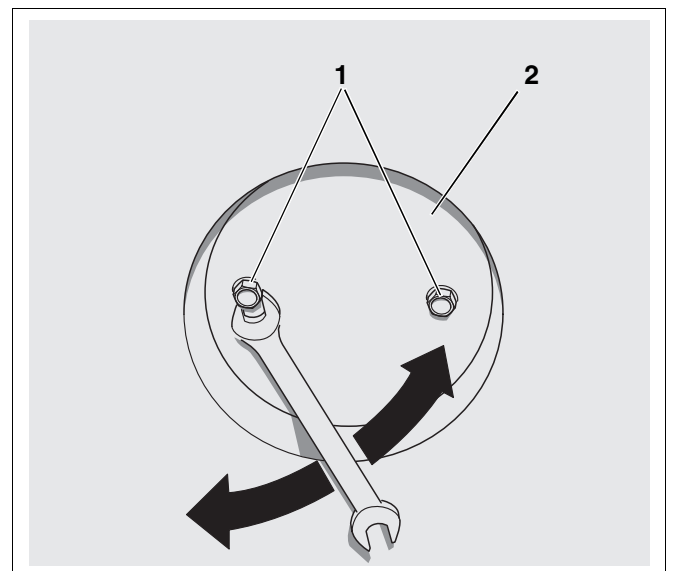

Abb. 50 Abgasanschluss Rückseite – Abdeckplatte
- Schrauben (Abb. 50, **Pos. 1**) der Abdeckplatte (Abb. 50, **Pos. 2**) des Abgasanschlusses Rückseite lösen, ohne diese vollständig herauszudrehen.
- Abdeckplatte entfernen (Abb. 50, **Pos. 2**).